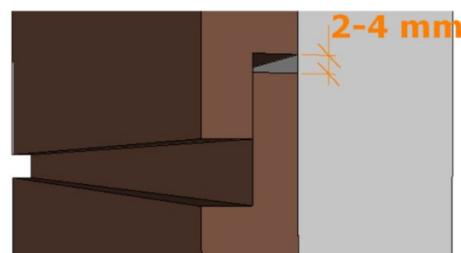

図 2
- ケボニー木材は未処理材に比べ平衡含水率が低く寸法安定性に優れていますが、製造工程で乾燥している為、屋外に施工されたのち最初の雨で材は多少膨張する場合があります。材を突き合わせることは避けてください。割付の際は板と板の間、他の部材と突合わせる箇所において **2~4 mm のクリアランス**を設けた上で施工してください。(図 2)